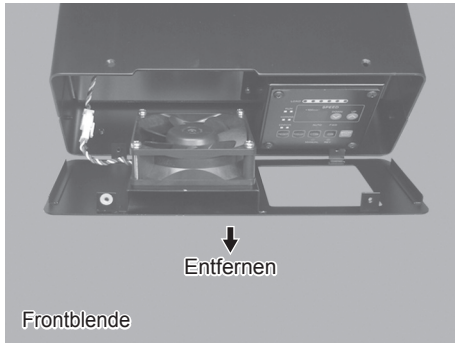

Abb. 39
- (4) Entfernen Sie das Gehäuse (Bedienfeld) vom CONTROLLER (Abb. 39).